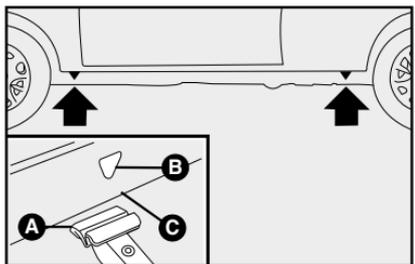

fig. 4
3) Coloque el crিকে en el símbolo ▼ **fig. 4** cerca de la rueda que va a cambiar y asegúrese de que la ranura **A** del crিকে esté bien introducida en el larguero **B**.